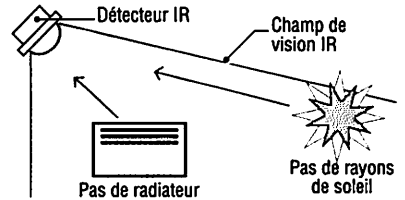

Fig. 10 : Détecteur IR.
**a) Détecteurs d'infrarouges (fig. 10)**